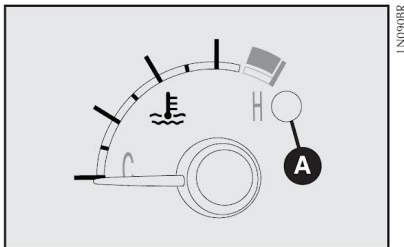

fig. 32
## INDICADOR DE TEMPERATURA DO LÍQUIDO DE ARREFECIMENTO DO MOTOR - fig. 32
**Advertência: se o indicador estiver no início da escala (temperatura baixa) com a luz-espia A-fig. 32 de excesso de temperatura ou com a luz-espia  do sistema de injeção acesa, é sinal de anomalia no sistema. Neste caso, procurar a Rede Assistencial Fiat.**